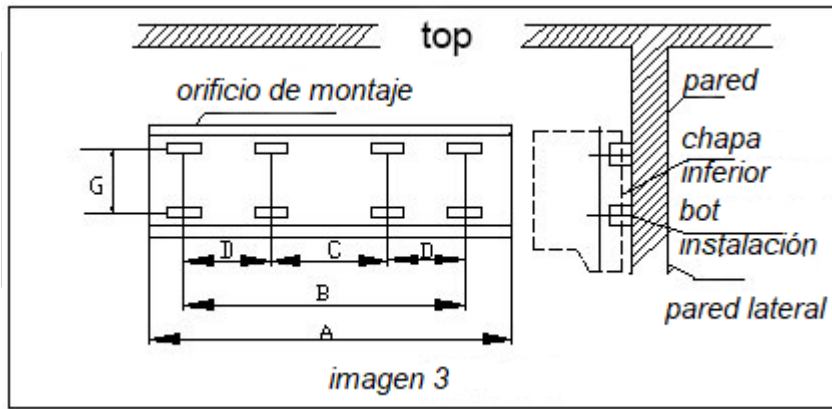

imagen 3
(2) Separe el agujero del perno de expansión que coincide con M8 para tirar de la posición, luego tire del perno de expansión para fijarlo en la pared de hormigón, al mismo tiempo, debe proteger el radio de oscilación del perno, el cual debe ser de 15 mm. (Imagen 3)